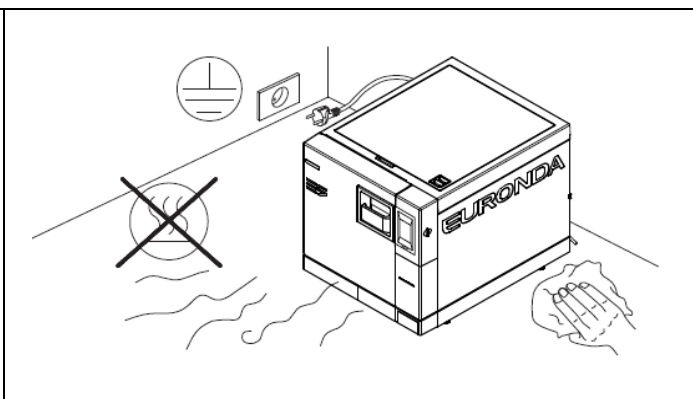

Рис. 2.3
- не устанавливать стерилизатор в плохо проветриваемом месте (см. рис. 2.3);